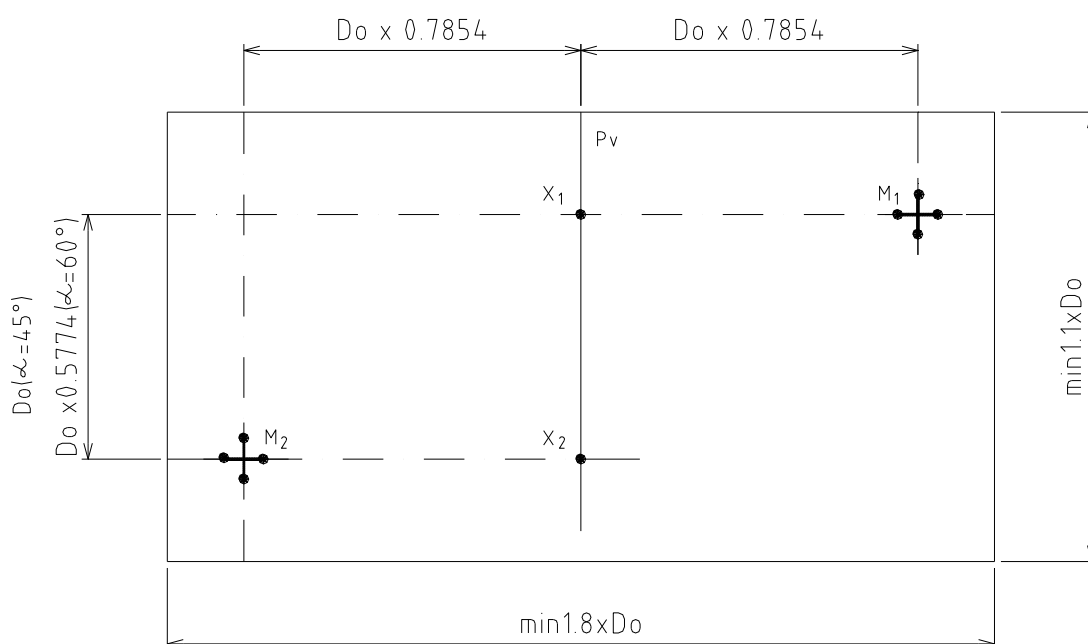

Рисунок 16
- B.** В точках  $X_1$  и  $X_2$  нарисуйте параллельные линии, перпендикулярные центральной линии  $p_v$ , одну на каждой стороне, и отметьте на них точки  $M_1$  и  $M_2$  на расстоянии  $D_o \times 0.7854$  от центральной линии  $p_v$ . Далее точки  $M_1$  и  $M_2$  определяются пересечением линий с минимальной длиной 100 мм (смотрите рисунок 16).